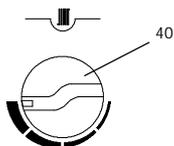
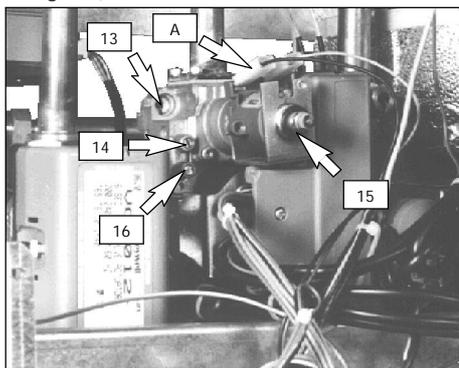
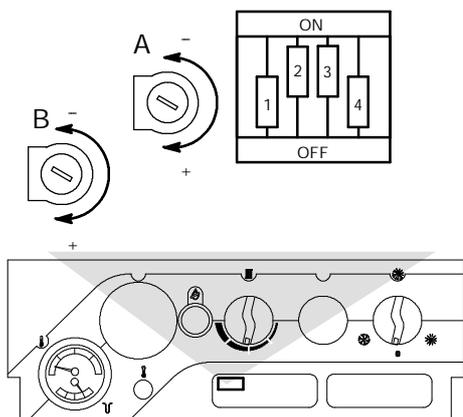

fig. 5.2
fig. 5.4
fig. 5.7
Dopo ogni misurazione delle pressioni gas, **richiudere bene** le prese di pressione utilizzate (16 e 14 in fig. 5.4).
- 3 A caldaia spenta (fuori servizio), controllare con un manometro la pressione di alimentazione utilizzando la presa pressione ingresso valvola gas (16 in fig. 5.4) e confrontare il valore letto con quelli riportati nella tabella **Pressioni di alimentazione gas** a pag. 4.
- 4 **Richiudere bene la presa di pressione (16)**
- 5 Posizionare al massimo la regolazione di temperatura riscaldamento (40 in fig. 5.2). Il termostato ambiente deve essere su "richiesta calore".
- 7 Sconnettere il filo di alimentazione (A) dell'operatore modulante (15) della valvola gas (13) facendo attenzione che non vada a toccare le parti metalliche della caldaia (fig. 5.4).
- 8 Confrontare la minima portata di gas al contatore con i dati di tab. 5.1. Per controllare il valore di pressione utilizzare la presa pressione uscita valvola gas (14 in fig. 5.4) e confrontare quest'ultimo valore con la stessa tabella. Per tarare la pressione al bruciatore agire sul dado in ottone dell'operatore modulante (15 in fig. 5.4).
- 9 Ricollegare il filo di alimentazione "A" dell'operatore modulante (fig. 5.4).
- 10 Confrontare la massima portata di gas al contatore con i dati di tab. 5.2. Per controllare il valore di pressione utilizzare la presa pressione uscita valvola gas (14 in fig. 5.4) e confrontare quest'ultimo valore con la stessa tabella. Per tarare la pressione al bruciatore agire sul dado in plastica tenendo fermo il dado in ottone dell'operatore modulante (15 in fig. 5.4).
11 **Richiudere la presa di pressione** (14 in fig. 5.4).
- 3 Aprire la presa di pressione in uscita alla valvola gas (14 in fig. 5.4) e collegare un manometro.
- 6 Verificare che l'accensione del bruciatore avvenga in modo uniforme ed eventualmente tarare il livello dell'accensione. Per tarare l'accensione spostare il micro selettore "3" (fig. 5.7) in posizione OFF ed agire sul potenziometro "A" con un cacciavite appropriato fino a ottenere un'accensione corretta (consultare la tab. 5.3). Ad operazione terminata riposizionare il micro selettore "3" in posizione ON.
- 1 Agire con un cacciavite appropriato sul potenziometro di regolazione "B" (fig. 5.7). Ruotando il potenziometro in senso antiorario si diminuisce la corrente massima di alimentazione del modulatore gas (15 in fig. 5.4), e di conseguenza, la pressione del gas al bruciatore.